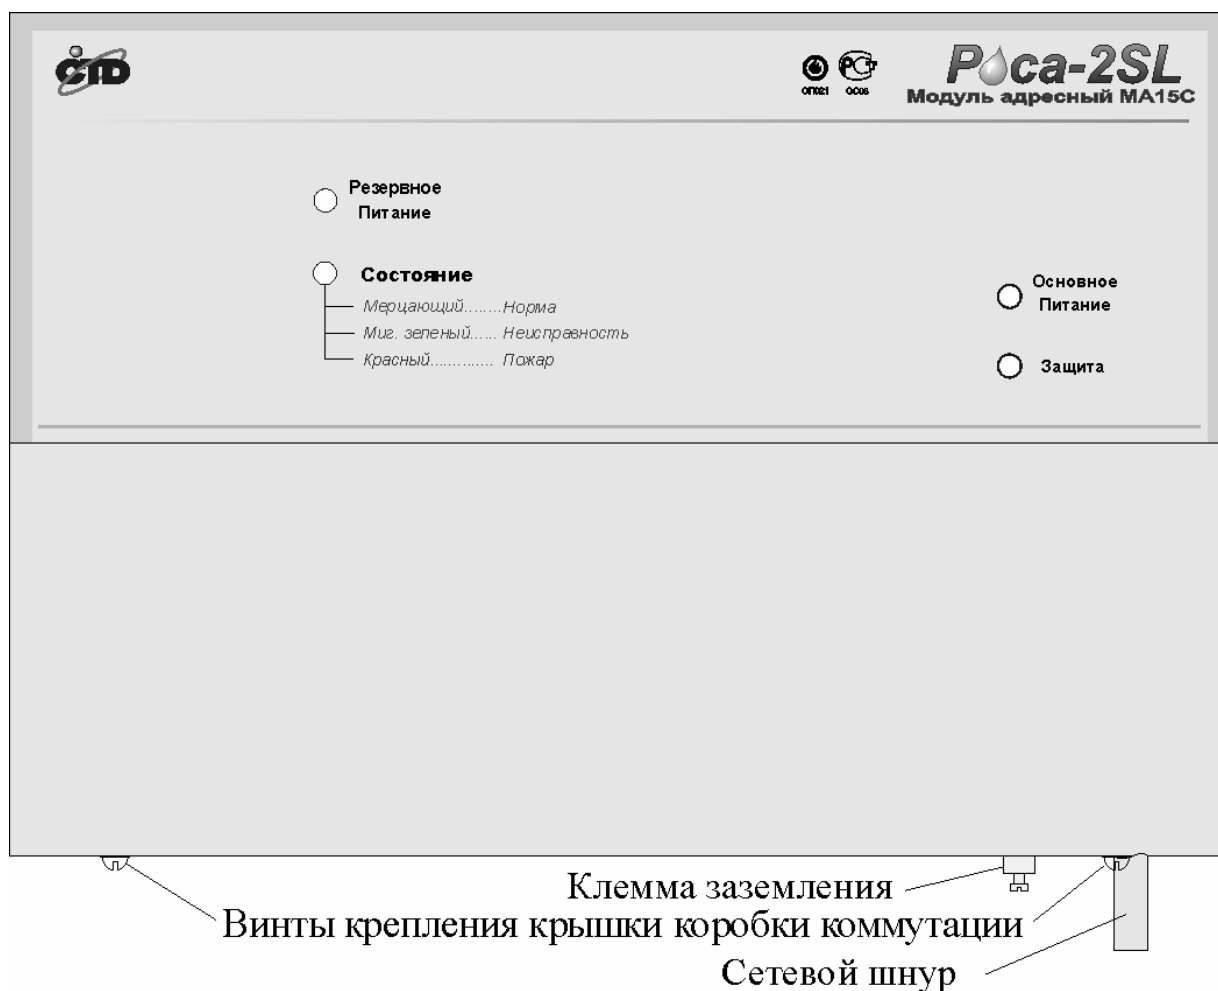

Рисунок 5-1 Внешний вид МА-15С.
5.1.3. МА-15С имеет световой индикатор состояния шлейфов (Рисунок 5-1):